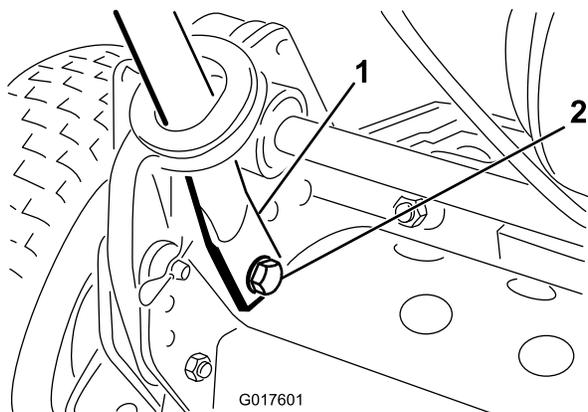

Figura 4
4. Faça força para dentro nas extremidades do manípulo e instale-as nos pinos de montagem (Figura 4).
5. Prenda as extremidades do manípulo nos pinos de montagem com os parafusos, anilhas e anilhas de bloqueio fornecidos (Figura 4).
6. Prenda a parte inferior dos braços do manípulo a cada lado do cortador com os parafusos e porcas de bloqueio previamente retirados (Figura 4). Assegure que instala os casquilhos nos furos de montagem do braço do manípulo.
7. Prenda os braços do manípulo à parte posterior do chassi com os pinos de segurança e ganchos de anel previamente retirados (Figura 4).